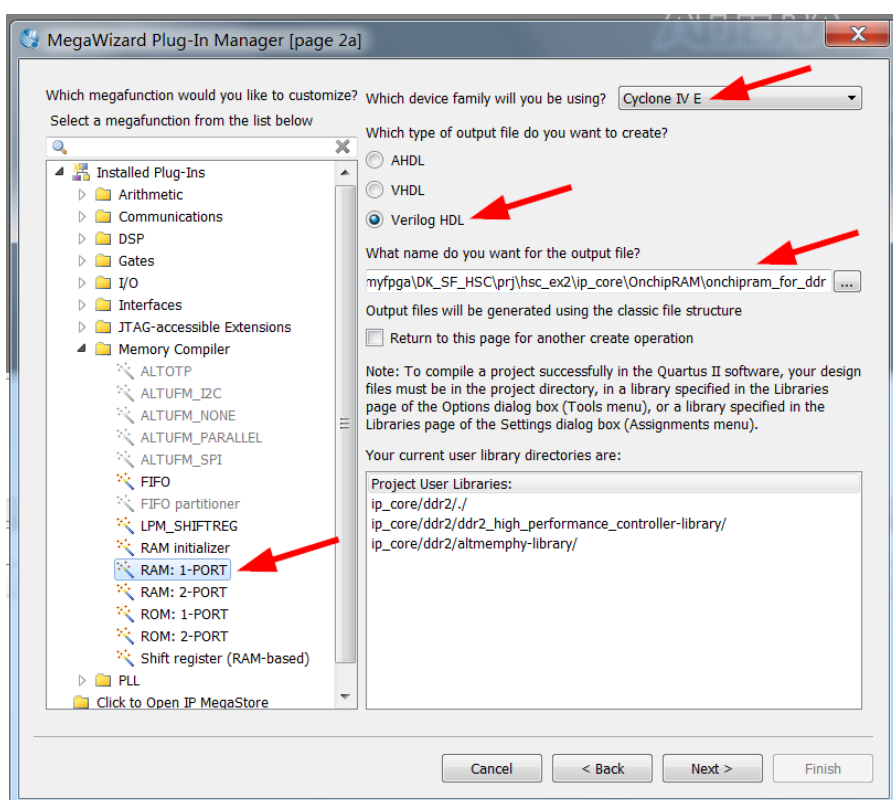

图 3 单口 RAM 创建向导
- ① Quartus II 工程中，点击菜单“Tools→MegaWizard Plug-In Manager”，创建 IP 核模块。
- ② 在弹出的选项卡中选择“Creat a new custom megafuncation variation”，然后点击 “Next”。
- ③ 选择我们所需要的 IP 核，如图 3 所示进行设置。